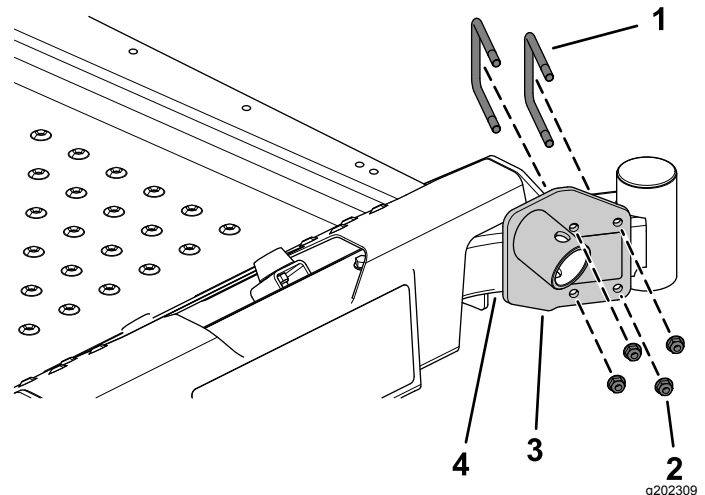

Figura 1
3. Fissate il supporto del martinetto al tubo dell'assale anteriore sinistro con 2 bulloni a U e 4 dadi flangiati (Figura 1).